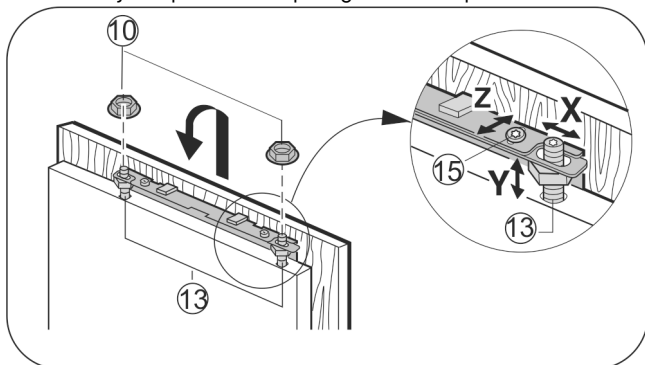

Fig. 27
- Vrata pohištva obesite na nastavitvene zatiče Fig. 27 (13) in protimatice Fig. 27 (10) rahlo privijte na nastavitvene zatiče.
- Vrata pohištva naravnajte na višino Y stranske poševnine: Nastavitvene zatiče Fig. 27 (13) nastavite z izvijačem.
- Zategnite protimatice Fig. 27 (10).